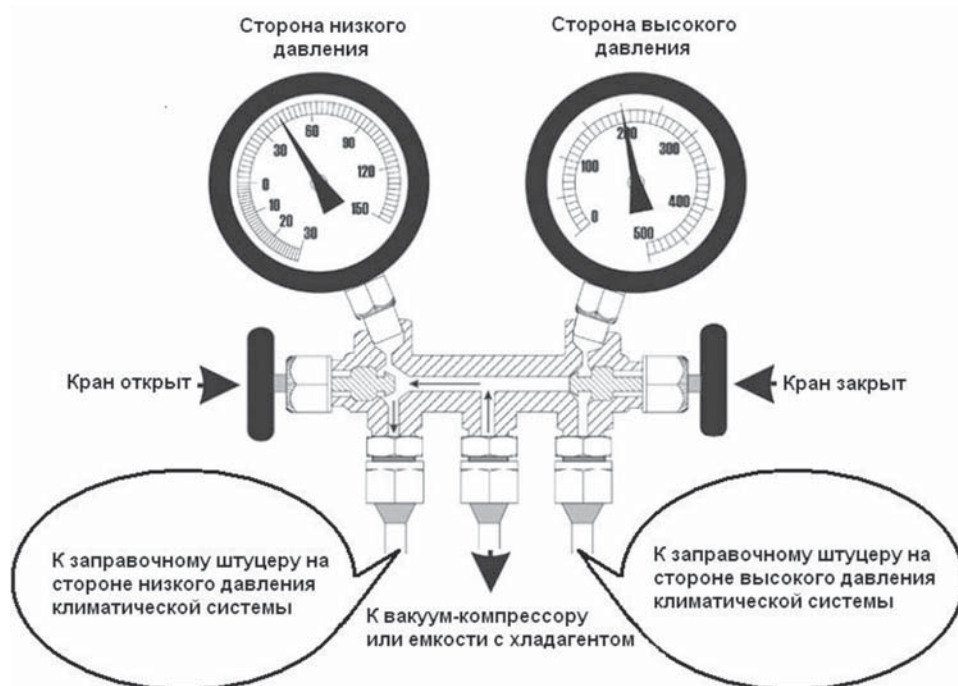

Рис. 2.2.2.
- манометрический коллектор (рис. 2.2.2.);